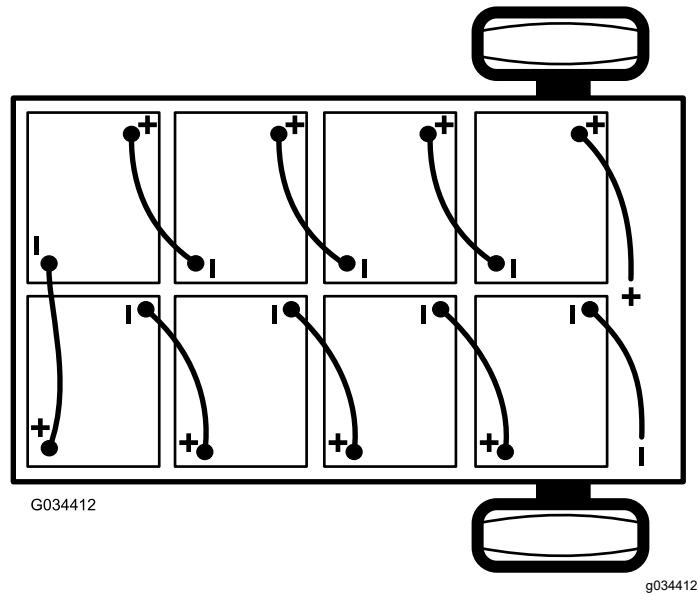

Figure 39
2. Débranchez le câble négatif principal (noir) de la batterie qui relie la rangée de batteries au point de masse de la machine (Figure 39).
3. Débranchez le câble positif principal (rouge) qui relie la rangée de batteries au contacteur principal de la machine (Figure 39).
Remarque: Observez la polarité lors de la mise en place des batteries neuves (Figure 39).
6. Reliez les batteries entre elles, comme montré à la Figure 39, avec les câbles d'interconnexion que vous avez retirés à l'opération 1.
2. Branchez le câble positif principal (rouge) entre la rangée de batteries et la machine (Figure 39).
3. Branchez le câble négatif principal (noir) entre la rangée de batteries et la machine (Figure 39).